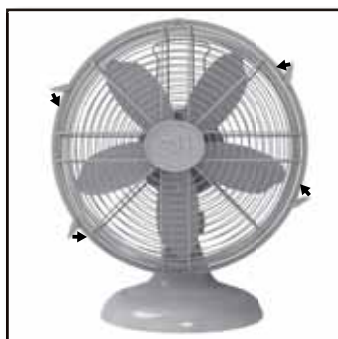

Figura 13
- Asegure las rejillas completamente juntas encajando los cuatro sujetadores de la rejilla en su lugar. Figura 13.